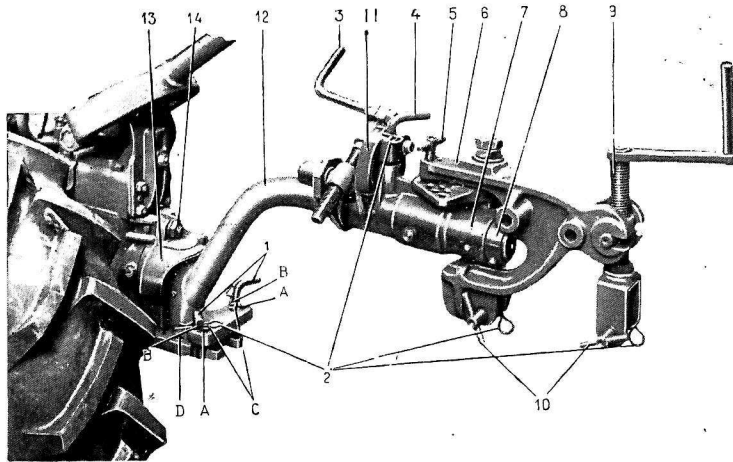

Fig. 11
(Voir Fig. 11 - Indice 9)
L'opération est d'une extrême simplicité et ne demande que quelques instants. Verrouiller la broche (4) en position haute en passant l'épingle dans le trou inférieur, sortir la bague d'arrêt (8), retirer l'ensemble porte-outils et secteur (6 et 7 fig. 11), accoupler l'extrémité du timon (12) dans le tube soudé sur le V d'attelage de la remorque, verrouiller à l'aide de la bague d'arrêt et de la broche (8).
Le montage s'effectue à l'aide de deux broches (10 fig. 11) verrouillées par les épingles (2).